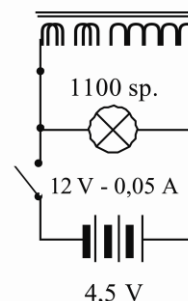

Abb. 11
- 4.2 Trennt man den elektrischen Stromkreis wieder auf, wird durch die EMK der Selbstinduktion eine Spannung induziert. Beim Auftrennen nimmt der magnetische Fluss in der Spule schnell ab und da die EMK der Induktion proportional zur Änderungsgeschwindigkeit des magnetischen Flusses ist, übersteigt die induzierte Spannung die Versorgungsspannung des Stromkreises. Das lässt sich leicht zeigen, indem man den Versuch mit der el. Schaltung nach Abb.11 durchführt. Schließt man den Stromkreis, so fließt der Strom durch Glühbirne und Spule. Der Kreis wird mit einer Spannung von 4.5 V versorgt, die Glühbirne ist jedoch für 12 V ausgelegt und so glüht sie nur ganz schwach. Beim Auftrennen des Kreises leuchtet die Glühbirne für einen kurzen Moment hell auf.